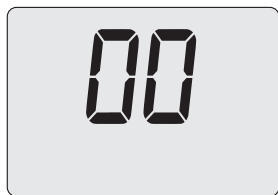

Figura 5.34
- Premendo il tasto 16 (Figura 5.31) sul display LCD appare il valore del parametro P07 (Figura 5.34).